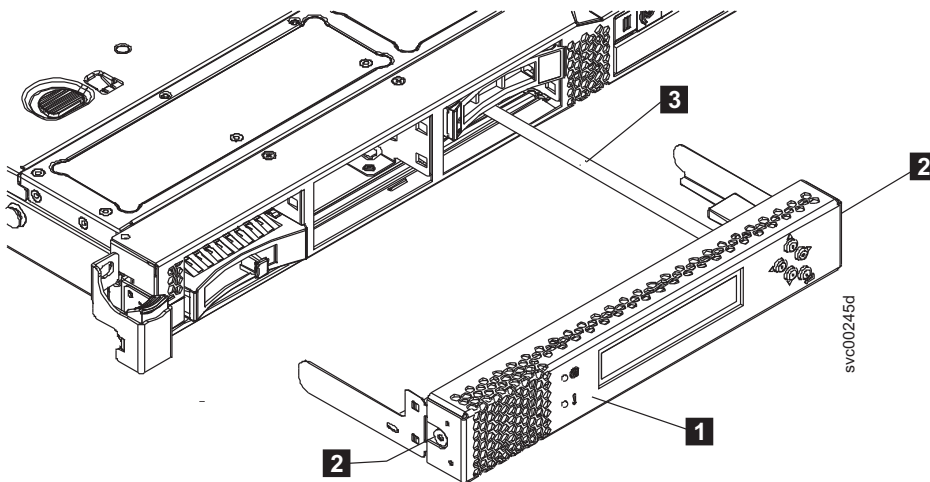

図 148. USB ケーブル接続済みのサービス・コントローラー (SAN ボリューム・コントローラー 2145-CF8 が示されています)
5. サービス・コントローラー (図 148 の **1**) が所定の位置にある場合、サービス・コントローラー・アセンブリの各側面にある解放ボタン (**2**) を押して、サービス・コントローラーをノードから解放します。ただし、USB サービス・コントローラー・ケーブルは切り離さないでください。サービス・コントローラーをスライドさせてノードから取り出し、どこか安全な場所で支えておくか (可能な場合)、あるいはサービス・コントローラーをサービス・コントローラー・ケーブルからそっと吊り下げておきます。